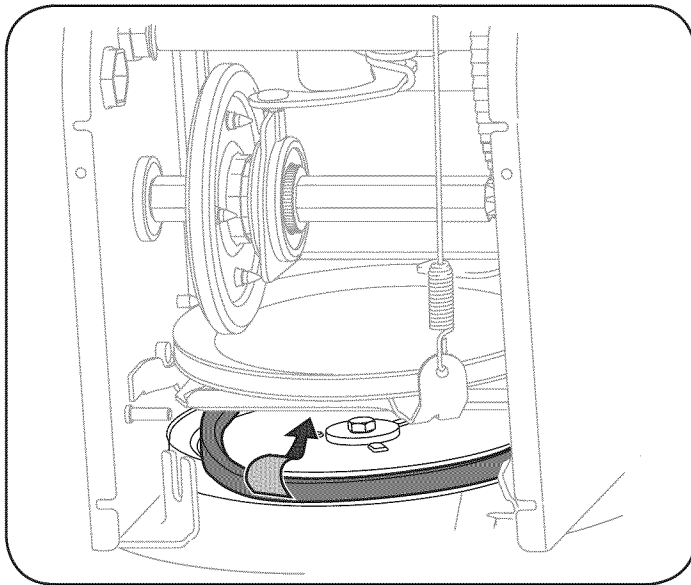

Figura 25
7. Retire la correa de alrededor de la polea de la barrena y deslice la misma entre la ménsula de soporte y la polea de la barrena. Vea la Figura 25.